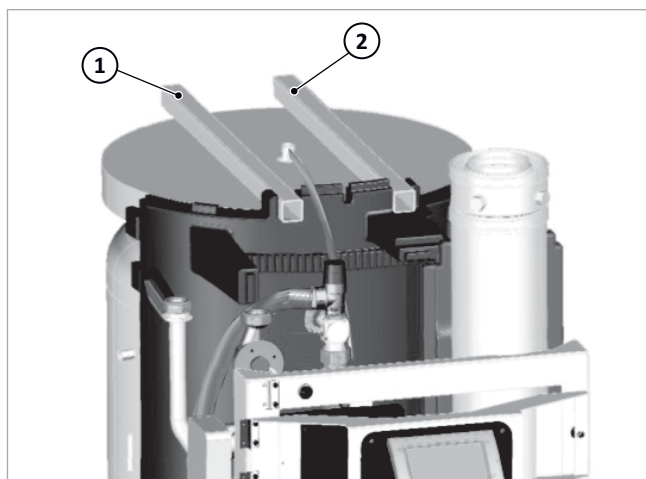

Fig. 11: Canali di guida del cavo
2. Far passare la prolunga attraverso una guaina di protezione o una canalina fino a SolvisBen e lì utilizzare il canale di guida laterale destro ( → *fig. 11 (2)*) fino alla parte anteriore.